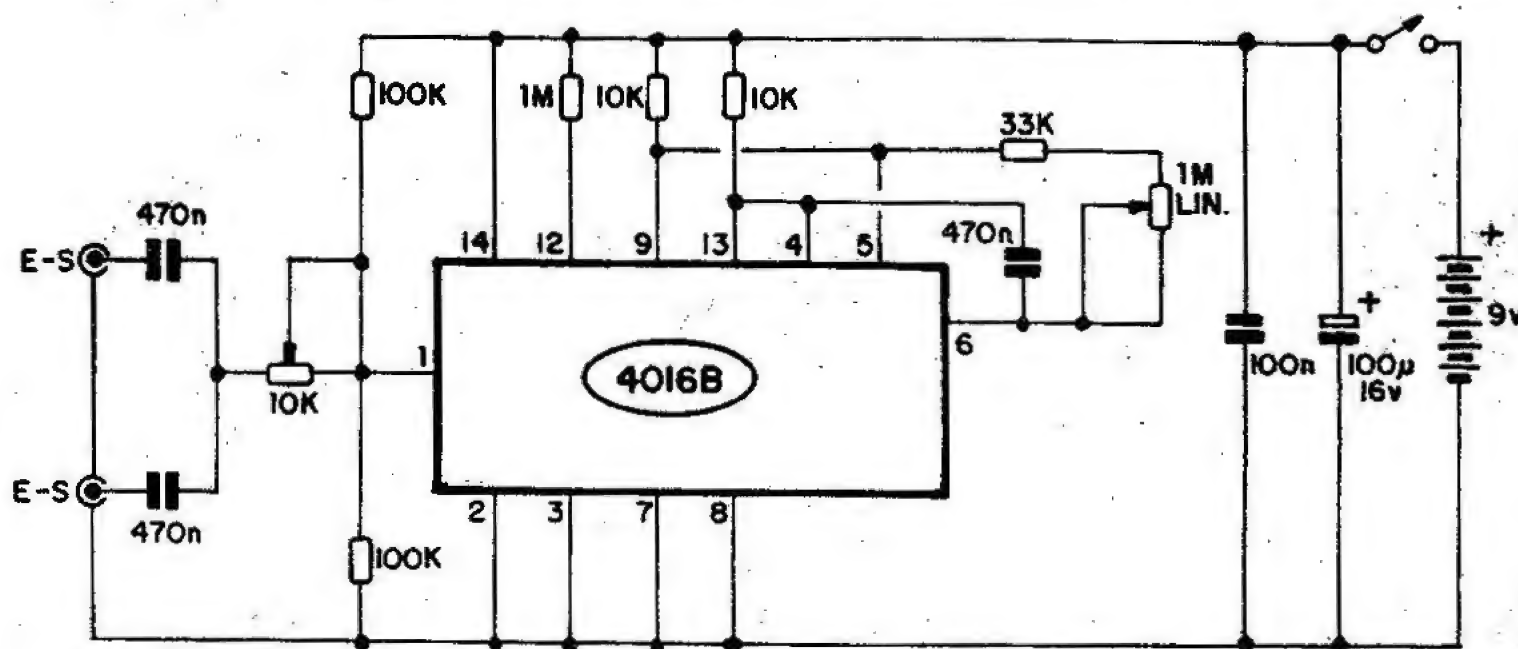

Fig.1
- FIG. 1 - O CIRCUITO - Tudo está centrado num Integrado da "família" digital C.MOS, o 4016B... Esse componente, de baixo custo e fácil aquisição,